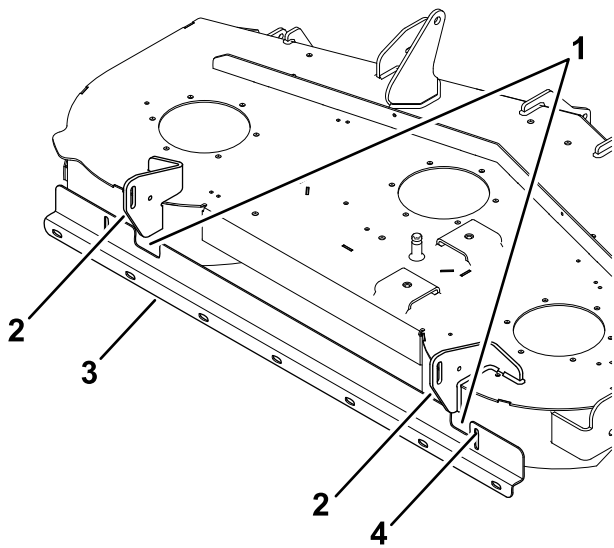

Bild 2
3. Verwenden Sie die Halterung als Schablone, markieren und bohren Sie mit einem 9/32" Bohrer ein Loch in die rechte Biegung des Ablenkblechs, wie in Bild 2 dargestellt.